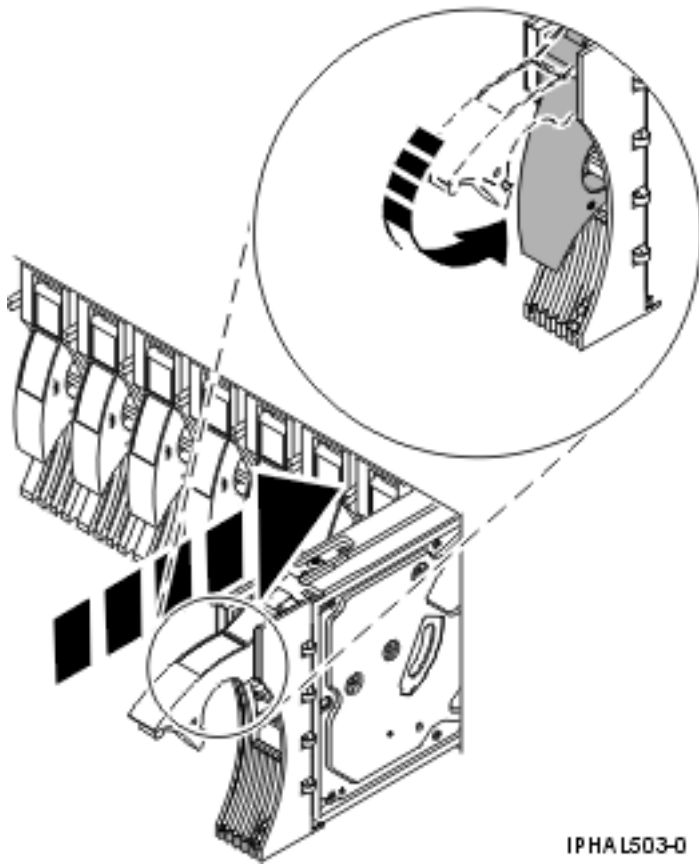

Figure 40. Installation d'une unité de disques sur un modèle
8. Poussez complètement la poignée de l'unité de disques (voir figure 40).